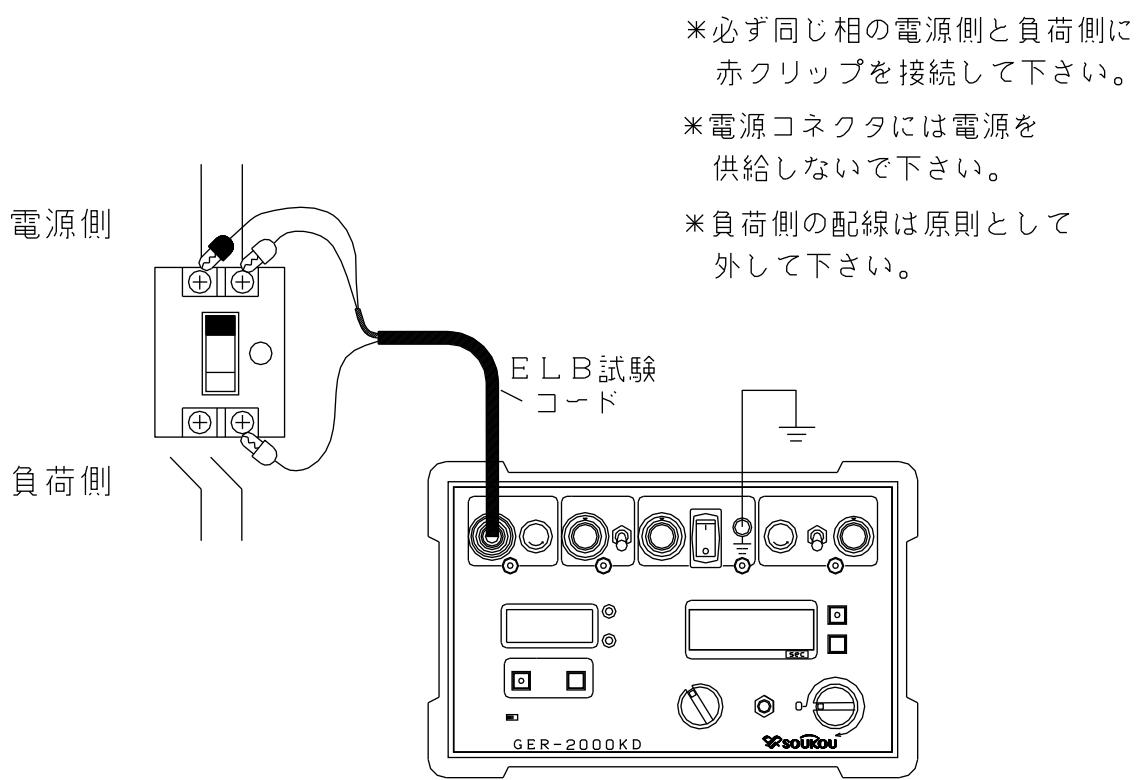

図6：試験回路図－単相2線式の場合
3. 以上のような点を注意し、試験回路を構成します。(図6、7)